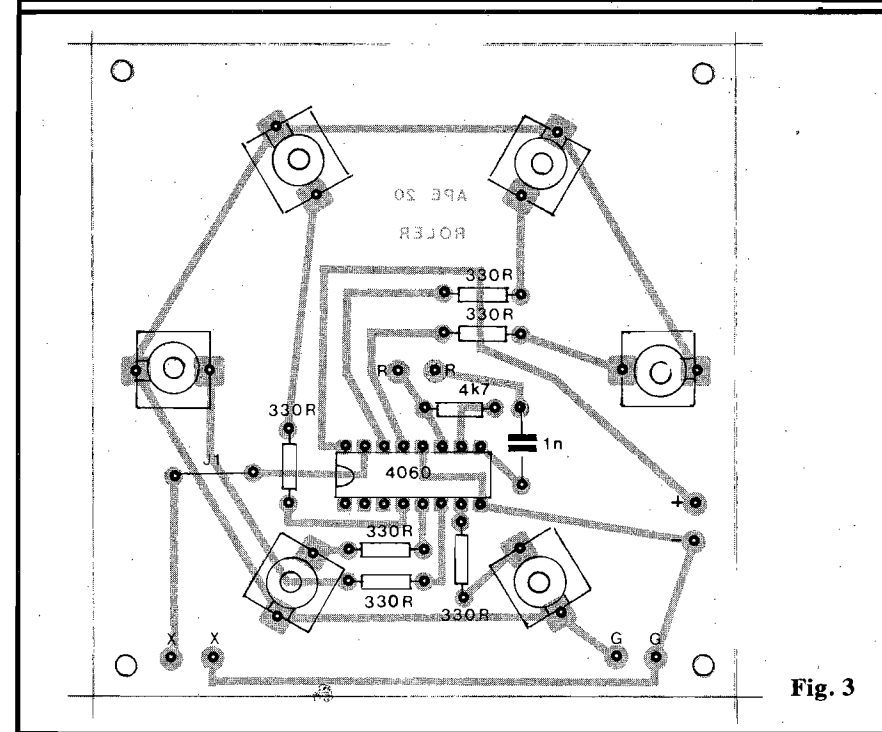

Fig. 3
A fig. 3 (placa vista pelo lado não cobreado, com o "chapeado" da montagem) detalha o posicionamento das peças sobre o Circuito Impresso. Observar a posição do Integrado, os valores dos resistores, a colocação dos 6 jaques e a existência de um **jumper** (J1), formado por um simples pedaço de fio interligando duas ilhas. Algumas "não ocupadas" na fig. 3 destinam-se às ligações externas detalhadas adiante.
- 4-A - Os terminais **vivo (V)** e **terra (T)** de cada um dos 6 jaques deverão ser "encompridados" com pedaços de fio nú e rígido previamente soldados a esses terminais.
- 4-B - Estilização dos jaques no "chapeado" (fig. 3) destacando-se a importante identificação dos seus terminais.